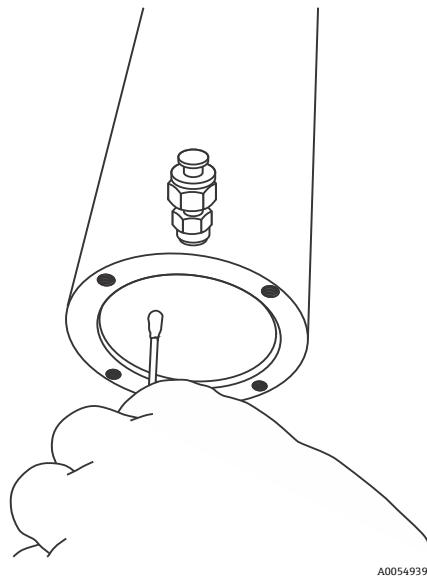

Abbildung 35: Überschüssiges Dichtungsband aus dem Inneren der Messzelle entfernen
15. Prüfen, ob sich in der Messzelle Fragmente des Dichtungsbands befinden und diese mit einem Tupfer entfernen. Siehe Abbildung 35.